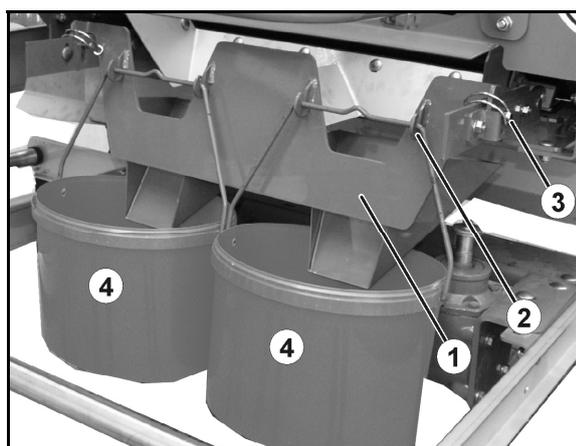

Fig. 83
6. Abdrehvorrichtung (Fig. 83/1) in Laschen (Fig. 83/2) einhängen und mit Klappsteckern (Fig. 83/3) sichern.
7. Unter den Ausläufen je einen Abdreheimer (Fig. 83/4) an den Haken einhängen.